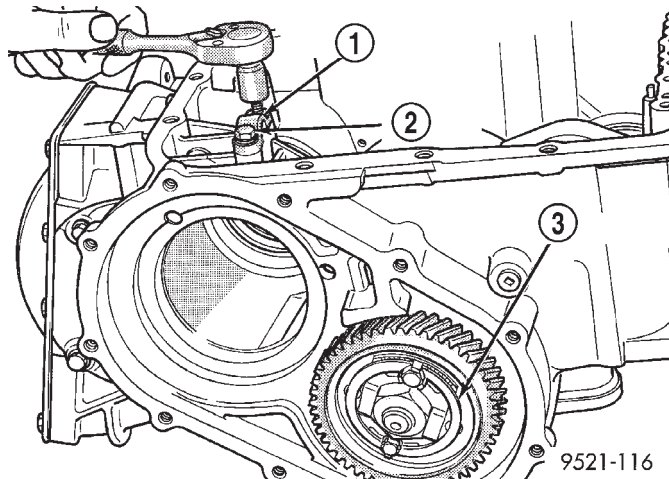

Fig. 23 Soporte de la varilla DE CALCE de estacionamiento
(23) Retire los pernos del soporte de la varilla DE CALCE de estacionamiento al cárter (Fig. 23).